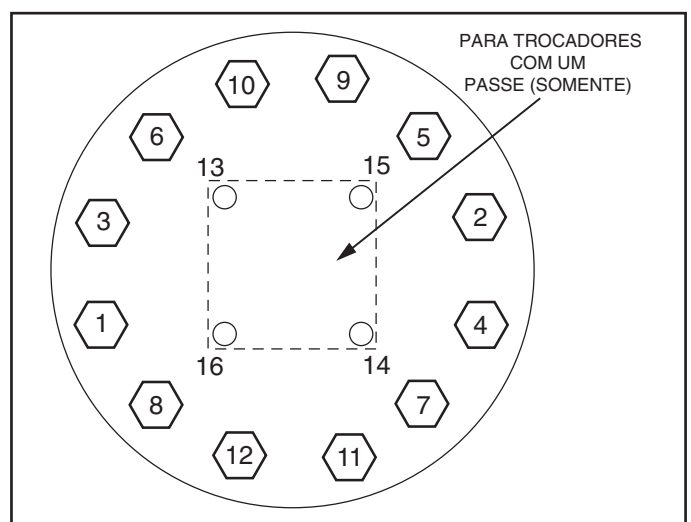

Figura 31 - Sequência de Aperto Recomendada dos Parafusos do Cabeçote do Evaporador
2. A sequência de aperto dos parafusos é descrita na Figura 31. Siga a numeração ou sequência de letras de modo que a pressão seja aplicada uniformemente ao O-ring.